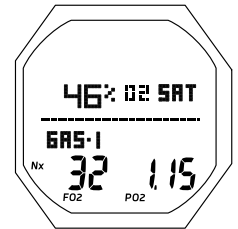

Fig. 84 - 2e ÉCRAN COMPLÉMENTAIRE DE PALIER DE DÉCOMPRESSION
**2E ÉCRAN COMPLÉMENTAIRE DE PALIER DE DÉCOMPRESSION** : paramètres affichés (fig. 84)